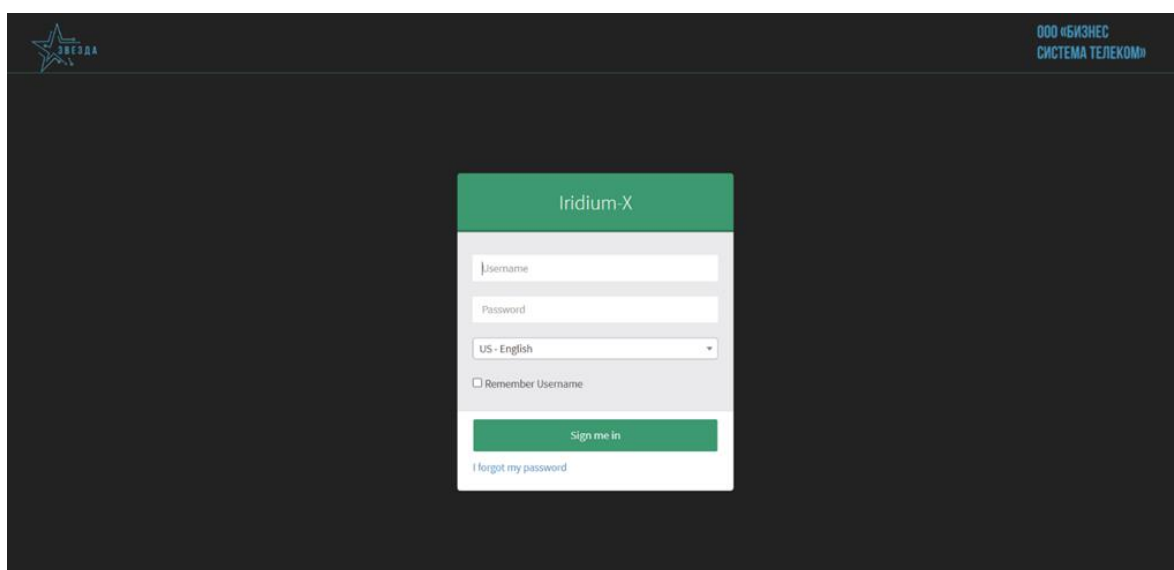

Рисунок 35 – Окно авторизации
2. Введите логин **admin** и пароль **Irdlum-x**, и нажмите клавишу **Enter** (см. Рисунок 35).